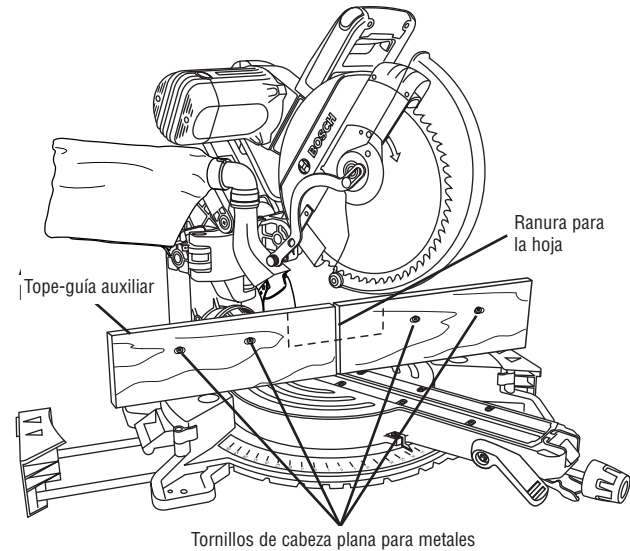
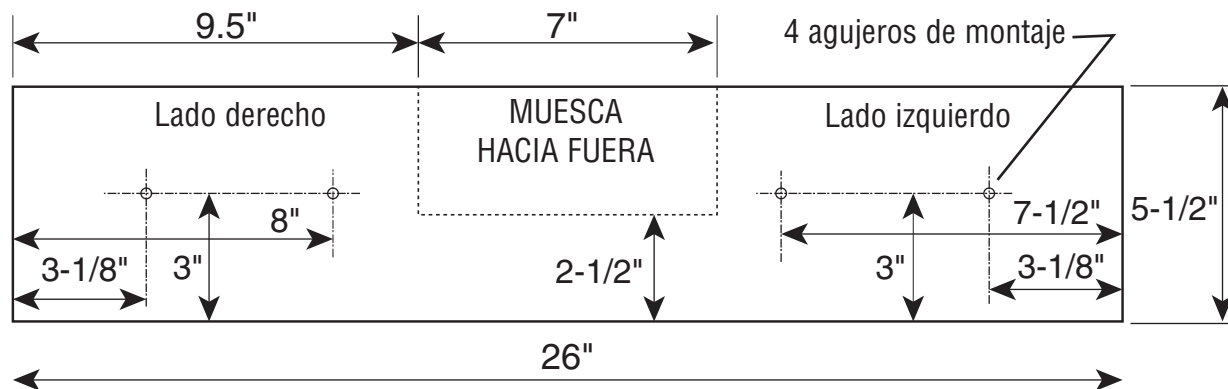

Figura 37. Tope-guía auxiliar
Figura 38. Tope-guía auxiliar alto de madera, 3/4 de pulgada de grosor
1. Coloque un pedazo de madera contra el tope-guía de la sierra para cortar ingletes (vea la figura 37). (La madera puede tener una altura máxima de 5-1/2". Compruebe que el ensamblaje del cabezal no interfiera con el tope-guía auxiliar.) Vea el dibujo con dimensiones, Figura 38.
4. Sujete con tornillos desde la parte delantera del tope-guía: Fije cada tope-guía auxiliar con dos (2) tornillos de máquina, de cabeza plana, de 3/16" de pulgada. Con tope-guías auxiliares de 3/4" de pulgada, use tornillos de 1-1/2" pulgada de longitud. Asegúrelos detrás del tope-guía metálico con arandelas y tuercas de máquina.
7. Cuando haga cortes deslizantes, el centro debe estar enmuscado hacia fuera de acuerdo con el patrón (vea la figura 38).